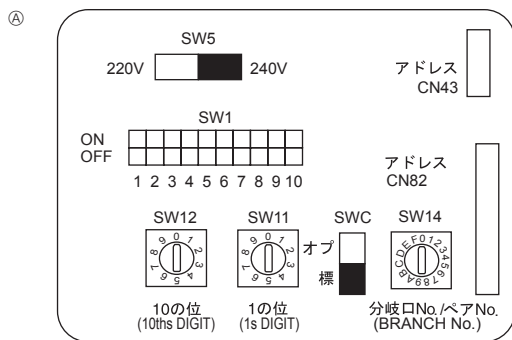

Fig. 7-4
7.5. Ρύθμιση διευθύνσεων (Fig. 7-4)
- ④ Πίνακας διευθύνσεων
7.6. Διερεύνηση θερμοκρασίας δωματίου με το ενσωματωμένο διερευνητικό σε ελεγκτή εξ αποστάσεως (Fig.7-4)